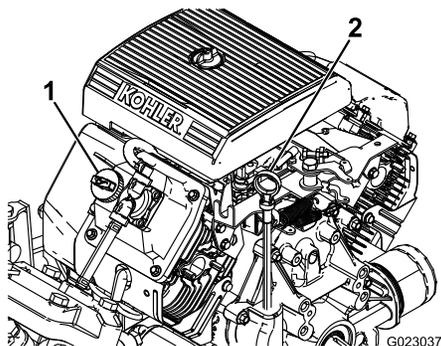

图37
2. 取出量油尺用干净的抹布擦拭图37。将量油尺插入量油尺管道中并确保它完全插入。取出量油尺并检查油位。
3. 如果机油油位较低请从气门室盖图37上拆下加油颈盖从开口处注入机油直至油位达到量油尺上的“已满”标记。在此过程中应缓慢添加机油并不时检查油位。切勿过量添加。
8. 慢慢从加油颈图37注入规定油量的大约80%。